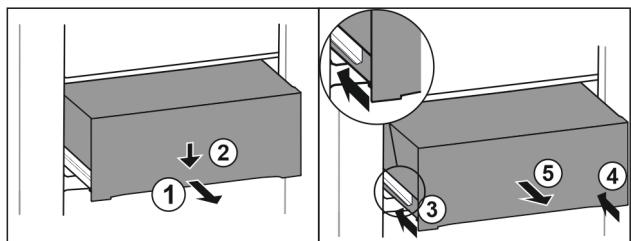

Fig. 104
- ▶ Изтеглете чекмеджето наполовина. Fig. 104 (1)
- ▶ Натиснете надолу чекмеджето от предната страна. Fig. 104 (2)
- ▶ Вкарайте лявата релса приблизително 2 см навътре. Fig. 104 (3)
- ▶ Вкарайте дясната релса приблизително 2 см навътре. Fig. 104 (4)
- ▶ Извадете чекмеджето напред. Fig. 104 (5)